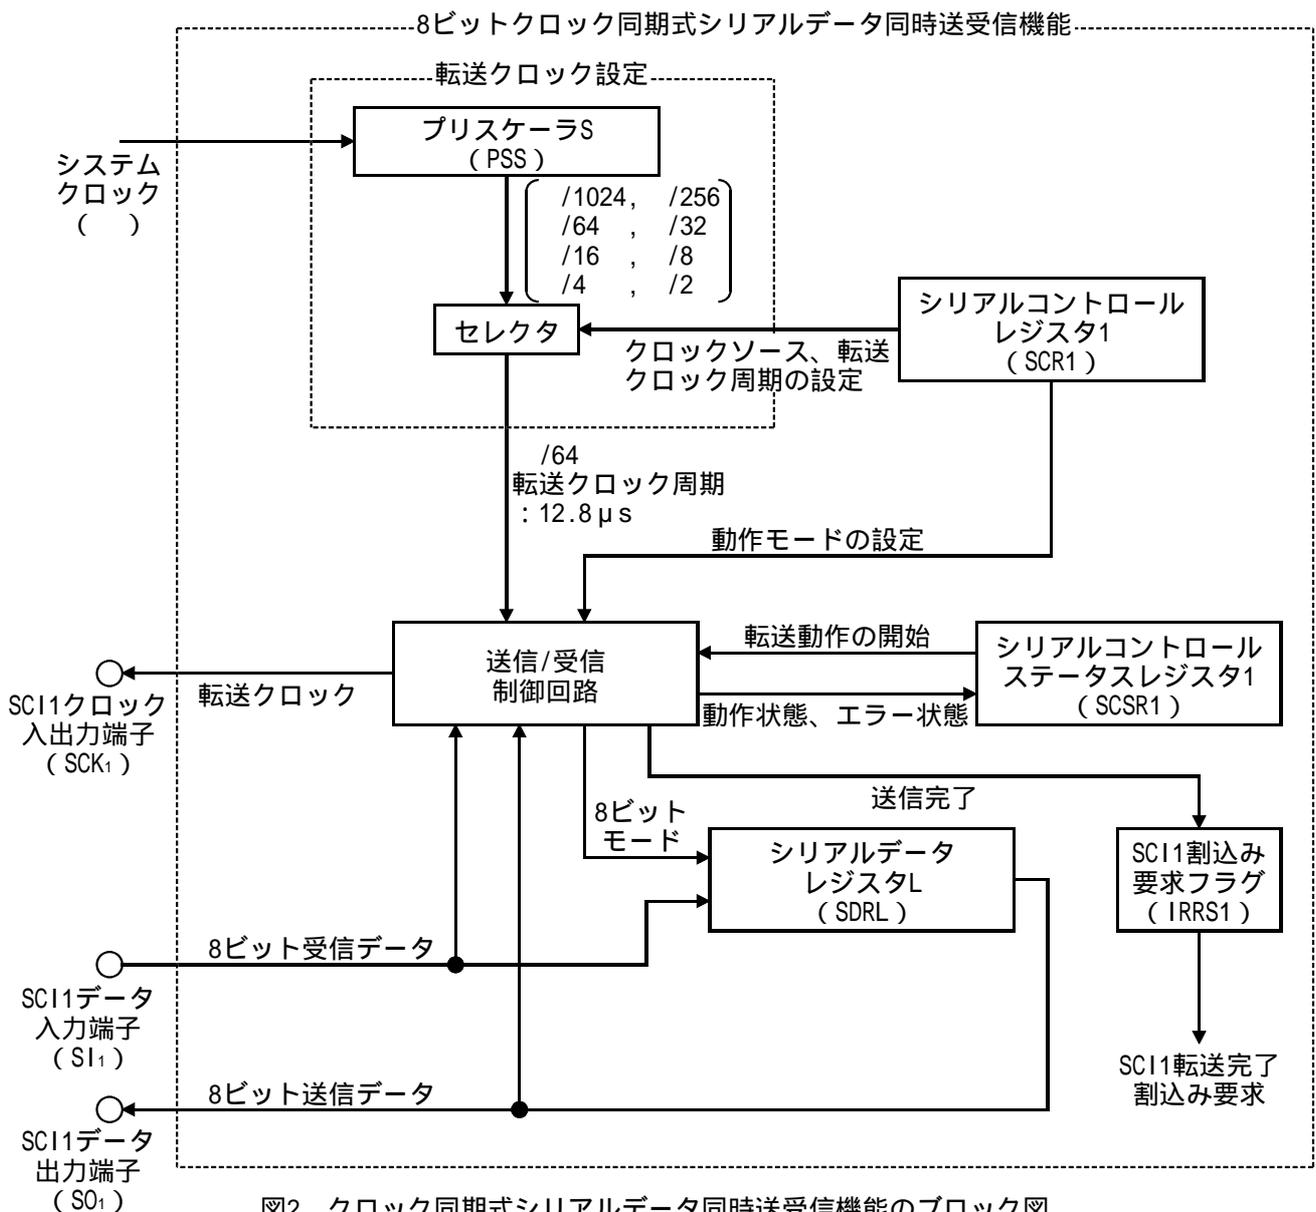

図2 クロック同期式シリアルデータ同時送受信機能のブロック図
- (1) 本タスク例では、シリアルコミュニケーションインタフェース (SCI : Serial Communication Interface) を使用して、クロック同期式のシリアルデータの送受信同時動作を行ないます。図2にクロック同期式シリアルデータ同時送受信動作のブロック図を示します。以下にクロック同期式シリアルデータ同時送受信動作のブロック図について説明します。